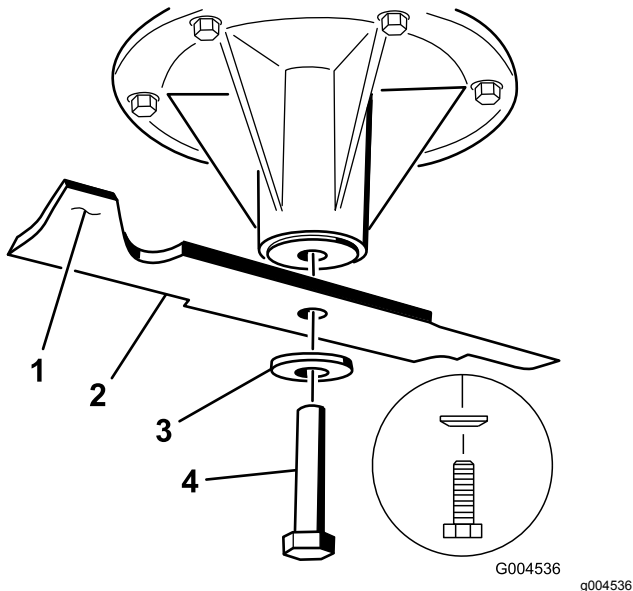

Figura 101
2. Retire del eje el perno de la cuchilla, la arandela curva y la cuchilla (Figura 101).
3. Si la cuchilla no está equilibrada, rebaje algo el metal en la parte de la vela solamente (Figura 101).